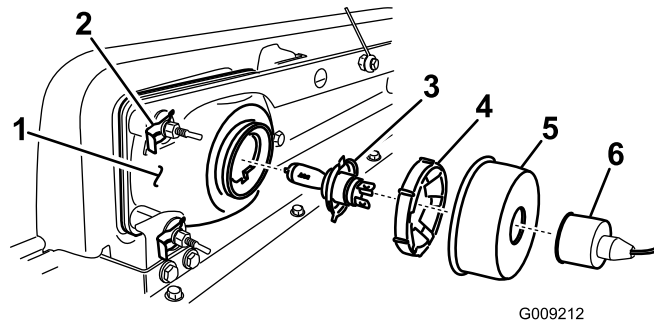

図 30
2. 保護用のゴム製ブーツを外す(図 30)。
2. ヘッドライト・アセンブリ全体を前に押し出して、前バンパーから外す（図 30）。
3. 取り付け穴に新しいヘッドライトを取り付ける（図 30）。柱状の合いマーク突起がバンパー側の取り付けブラケットの穴にそろるように取り付けること。